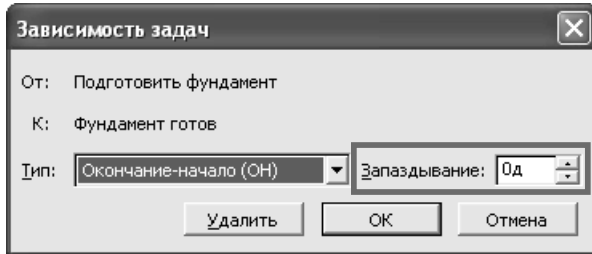

Рис. 11. Встановлення затримок (випередження)
**Для того щоб вказати час запізнання або час випередження** (рис. 11):